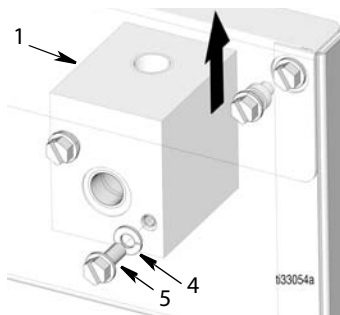

Рис. 22
- Снимите с коллектора (2) винты (5) и шайбы (4). Поднимите коллектор (2) вертикально вверх и выньте из корпуса стойки для раздачи масла (Рис. 22).